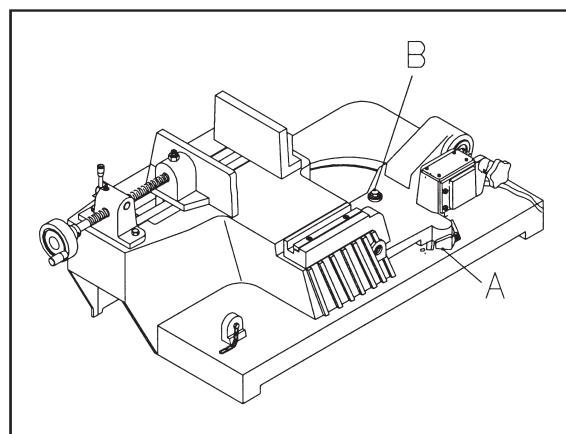

Fig. 4
La machine utilise un bloc à onglets pivotant pour les coupes obliques de 0 à 45 degrés. Le bras pivotant comporte un index - (A) de la Fig. 4. La machine est préréglée à zéro degré à sa sortie d'usine. La coupe oblique se règle de la manière suivante :
1. Desserrez le boulon (B) pour libérer le bras.